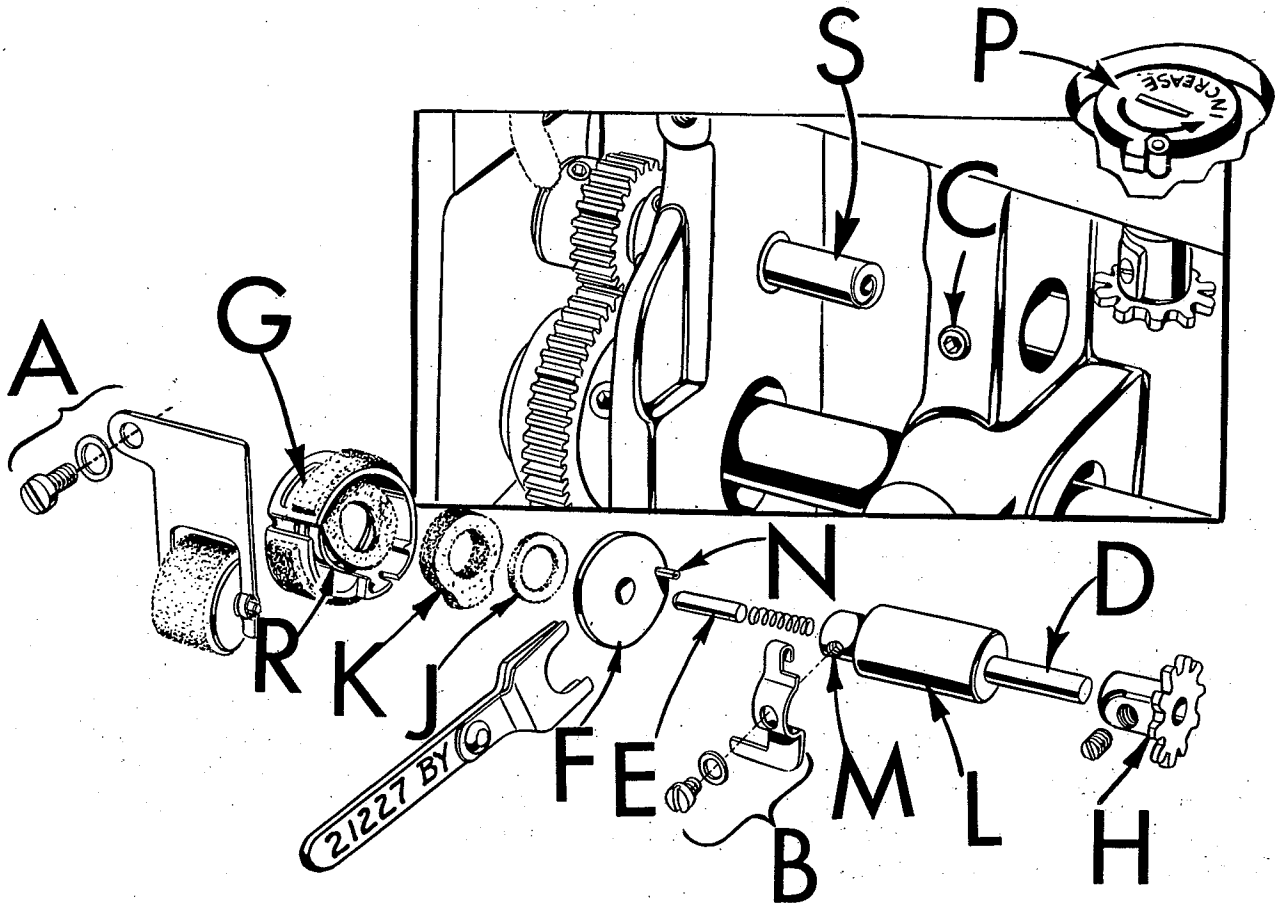

Fig. 20
La lubricación del gancho se lleva a cabo mediante una bomba rotativo de alta velocidad situada en el extremo del eje del gancho. La cantidad del aceite suministrado al gancho se regula por el trayecto más largo o más corto que tiene que correr por el fieltro de medición de la copa medidora. (G, Fig. 20). (El aumento o reducción del suministro de aceite se regula mediante el cuadrante (P, Fig. 20) con una flecha marcada "INCREASE", que se encuentra debajo de la placa de la tela). El rodillo alimentador de aceite del
gancho (A, Fig. 20) el cual descansa sobre el fieltro de la copa medidora, sirve no solo para alimentar el aceite a la unidad desde el depósito de aceite, sino que filtra también el aceite.
1. Quítese el rodillo alimentador de aceite del gancho (A, Fig. 20)
2. Quítese del gancho (B) el indicador del control de aceite.
3. Empújese con el dedo el eje de control de aceite del gancho (D) para impedir que se pierda el pasador-pivote del disco de la bomba (E), usando una llave Allen, aflójese el tornillo de sujeción (C). Muévase el conjunto despacio, hacia la derecha, teniendo cuidado que no se caiga el pasador-pivote situado en el extremo del eje del control de aceite del gancho. Cuando el pasador-pivote está libre del disco de la bomba (F), el disco puede caer.
4. Quítese la copa medidora (G) con el fieltro del suministro de aceite (K) y el fieltro para precintar el aire (J).
5. Quítese el diente de rueda (H) del eje de control del aceite del gancho.
1. Quítese y sepárese el fieltro sellador de aire (J, Fig. 20) del fieltro suministrador de aceite (K).
2. Cerciórese de que el extremo pequeño del resorte precintador de aire (R) esté situado en el perno de la copa medidora detrás del fieltro anexo a la copa. Colóquese la copa medidora (G) y el resorte precintador de aire en el eje del gancho (S) con el extremo abierto hacia el extremo de la rueda de mano de la máquina (Fig. 20).